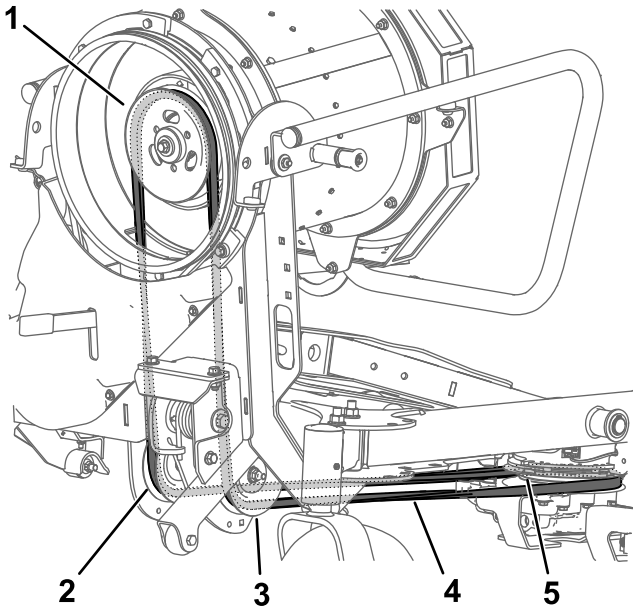

Figure 31
6. Enlevez la courroie de la poulie de ventilateur (Figure 31).
7. Faites descendre la courroie à travers l'adaptateur d'entraînement, puis acheminez-la autour des poulies de tension et de la poulie d'embrayage (Figure 31). Vérifiez que la courroie est correctement chaussée dans les gorges des poulies.